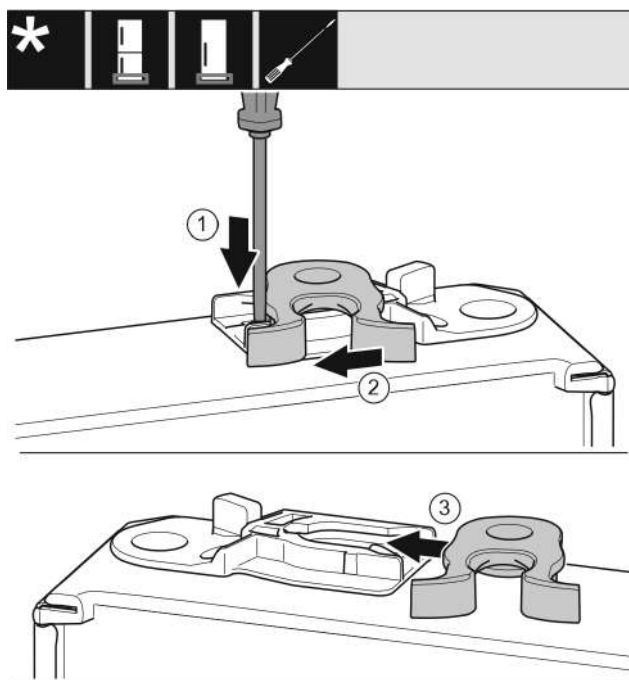

Fig. 39 *
- Presione hacia atrás la pestaña Fig. 39 (1) con el destornillador de punta ranurada.*
- Retire el gancho de cierre Fig. 39 (2) de la guía.*
- Deslice el gancho de cierre Fig. 39 (3) hacia la guía sobre el lado opuesto.*